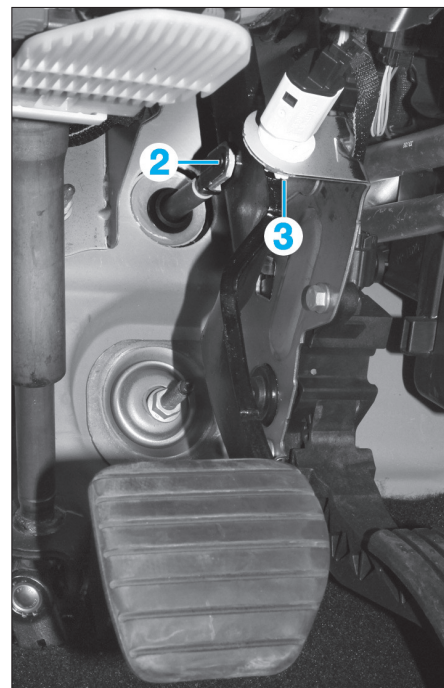

FIG. 15
- l'axe (2) de la chape de pédale de frein sur la tige de commande du servofrein après avoir retiré l'anneau élastique (3) (Fig.15),